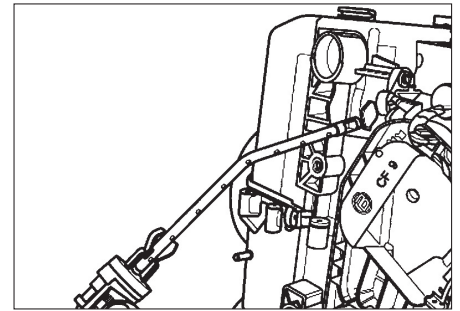

FIG. 37
- Débrancher le connecteur de la sonde de température (Fig.37).